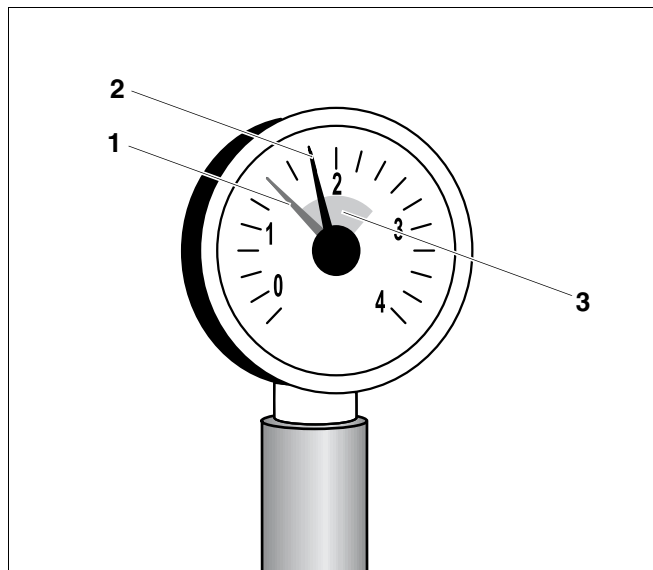

Рис. 5 Манометр для закрытых установок
В закрытых установках стрелка манометра (рис. 5, поз. 2) должна находиться в зеленой зоне (рис. 5, поз. 3).
Красная стрелка манометра (рис. 5, поз. 1) должна быть установлена на требуемое давление. Требуемое давление устанавливает наладчик.
- Проверьте, стоит ли стрелка манометра (рис. 5, поз. 2) в зеленой зоне (рис. 5, поз. 3).
Если стрелка манометра (рис. 5, поз. 2) не доходит до зеленой зоны (рис. 5, поз. 3), то давление воды слишком низкое. Необходимо восполнить потерю котловой воды, долив подпиточную воду.
- Заполняйте установку подпиточной водой через кран KFE (кран для заполнения и слива) до тех пор, пока стрелка манометра (рис. 5, поз. 2) не перейдет в зеленую зону (рис. 5, поз. 3).